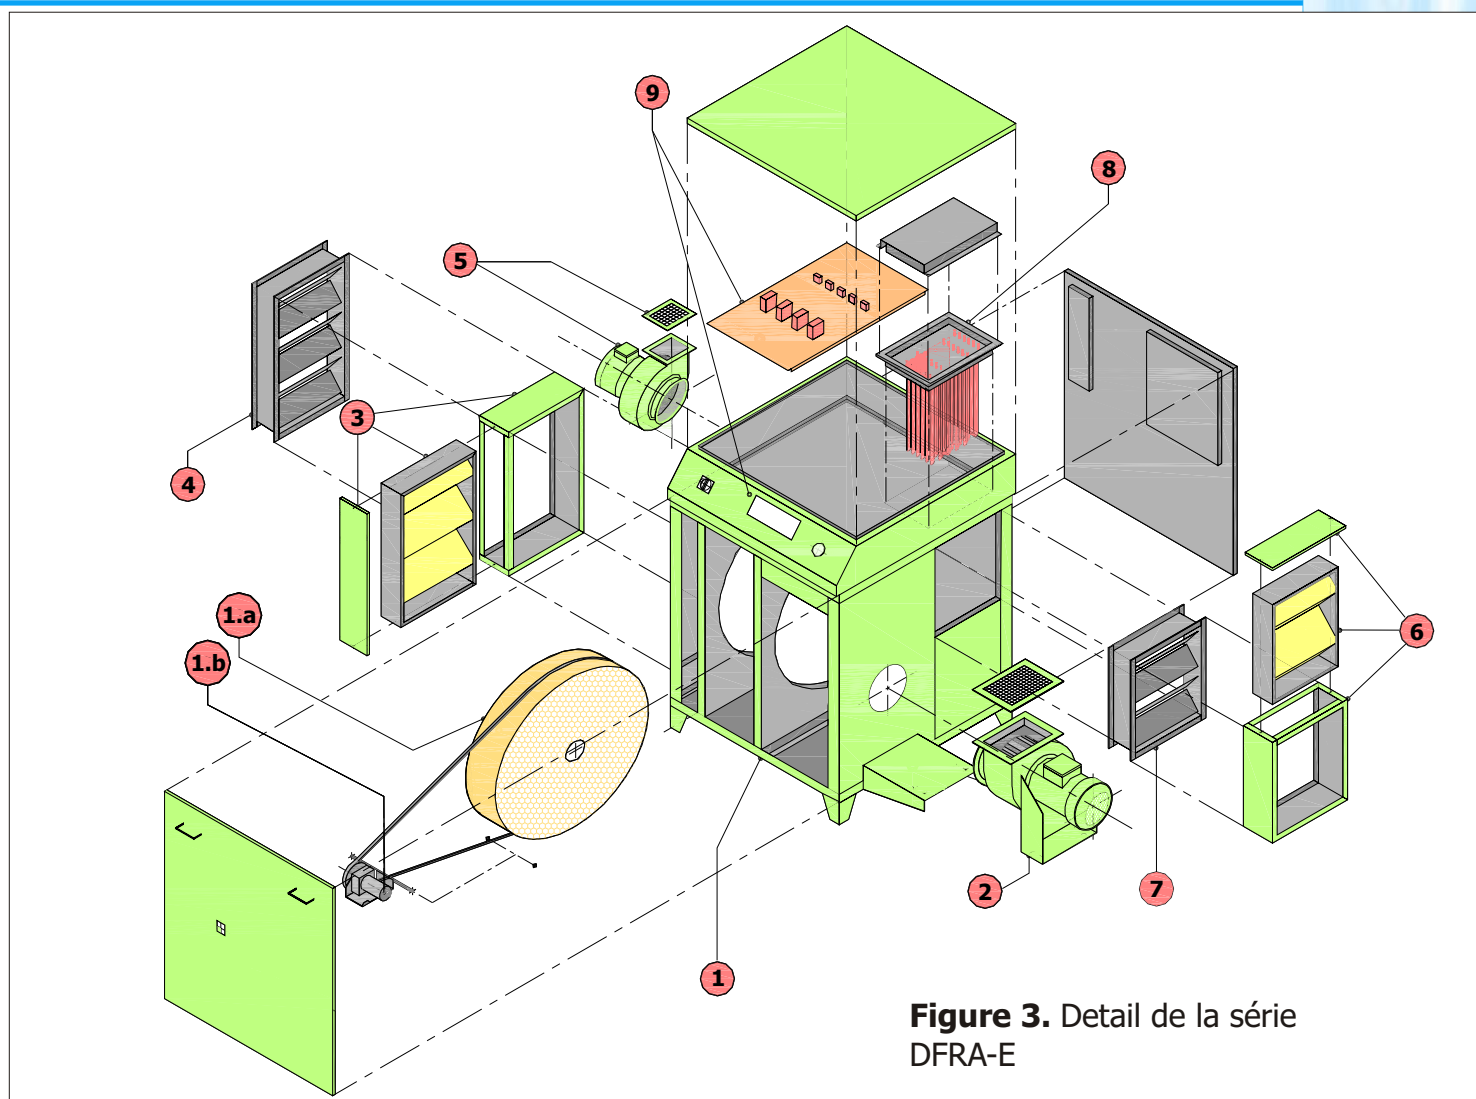

Figure 3. Detail de la série DFRA-E
4.3 Design du déshydrateur et identification de ses composants. (Fig.3).